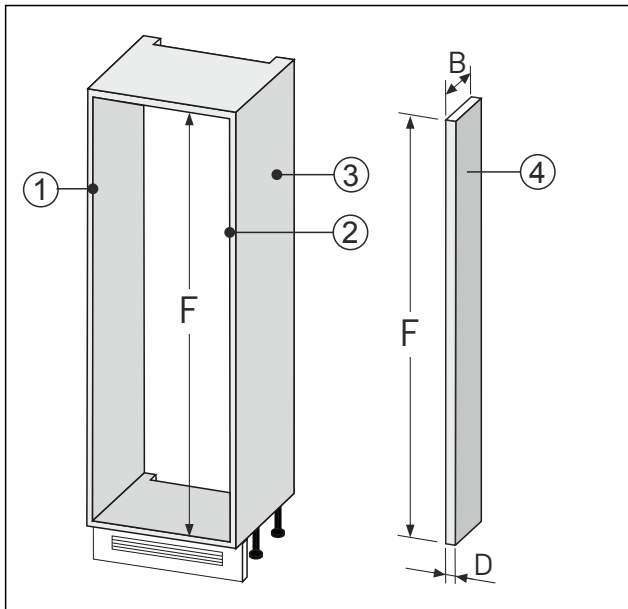

Fig. 86
- Wandausgleich Fig. 86 (4) nach oben genannten Maßen anfertigen.